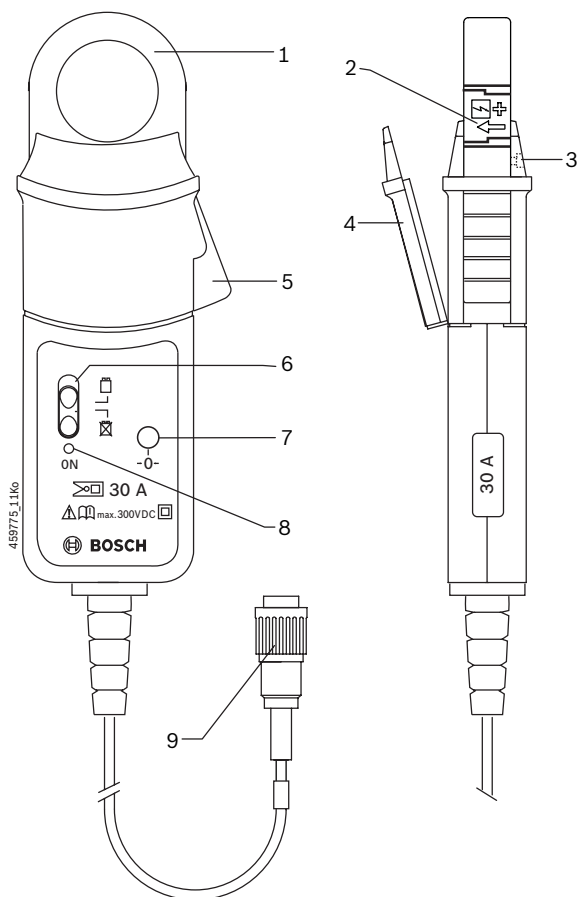

Fig. 1: Strömtång 30 A
Strömtången försörjs med spänning från Bosch-testern och behöver därför inget batteri. Strömtångens batteriströmbrytare (fig. 1, pos. 6) saknar här funktion.
Strömtången ansluts direkt till testsystemet med anslutningskontakten (fig. 1, pos. 9).